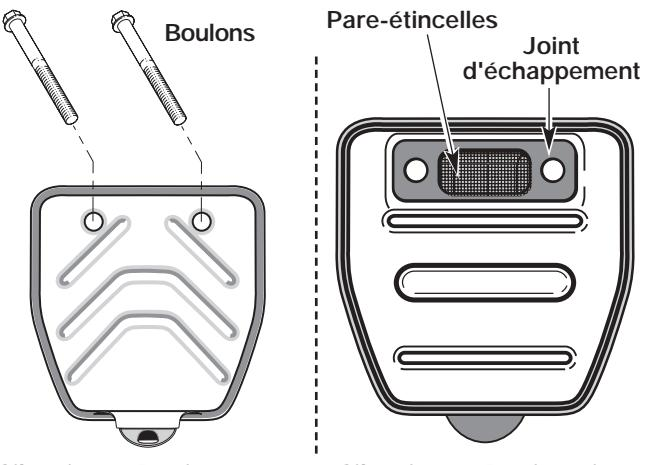

Fig. 28
2. Repérez le devant du silencieux et les deux (2) boulons qui le retiennent au moteur (Fig. 28). Retirez les deux (2) boulons à l'aide d'un à mèche no. 25/27 Torx, d'une douille de 5/16 po ou d'un tourne-écrou. Retirez le silencieux du moteur.
3. Retournez le silencieux vers l'arrière et repérez le joint d'échappement. Retirez le joint du silencieux (Fig. 28).
7. Placez le joint d'échappement contre l'arrière du silencieux. Alignez les trous de boulon du joint d'échappement avec les trous de boulon du silencieux. Tout en maintenant le joint d'échappement en place, insérez les boulons sur le devant du silencieux (Fig. 28).